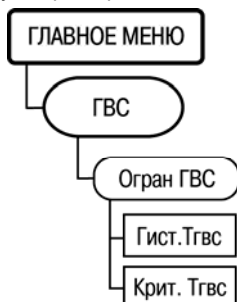

Рисунок 6.19
6.12.10 Для задания параметров управления клапаном слива ГВС служит пункт меню **ИГВС /Орган Тгвс** (рисунок 6.19).